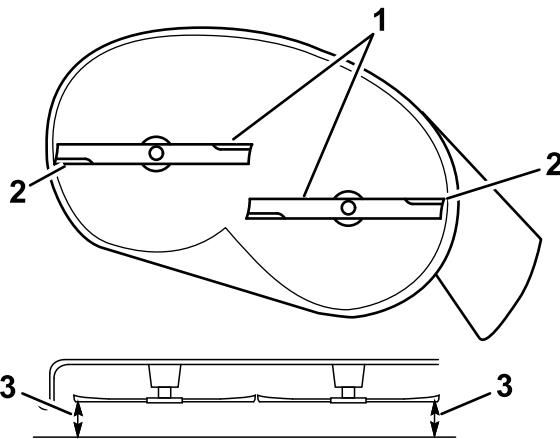
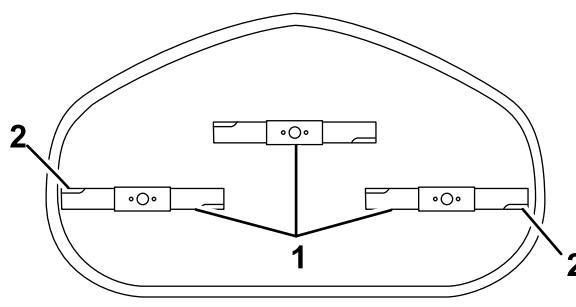

Figura 64
Figura 65
5. Meça entre as extremidades de corte exteriores e a superfície plana (Figura 64 e Figura 65).